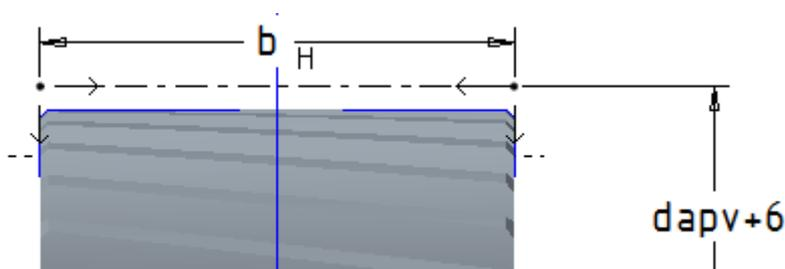

Abb. 12 Skizze Härtelinie
- ▶ Skizze ▶ Skizzenebene: „E_Teilung“ ▶ Skizze nach Abb. 12 oberhalb und unterhalb des Zahnrades (Spiegeln) ▶ RMT auf Linie ▶ Eigenschaften ▶ Linienart: CTRLFONT